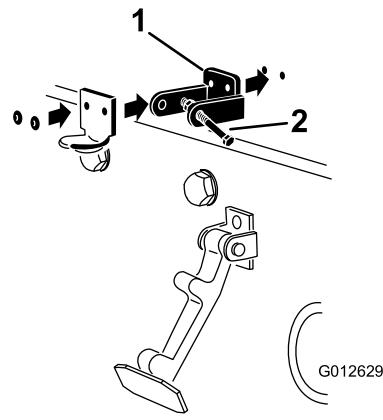

Bild 16
5. Nieten Sie die Halterungen und Scheiben an die Haube (Bild 16).
**Hinweis:** Die Riegelhalterung muss an der Haube anliegen (Bild 16). Nehmen Sie die Schraube und Mutter nicht vom Halterungsarm für den Riegel ab.